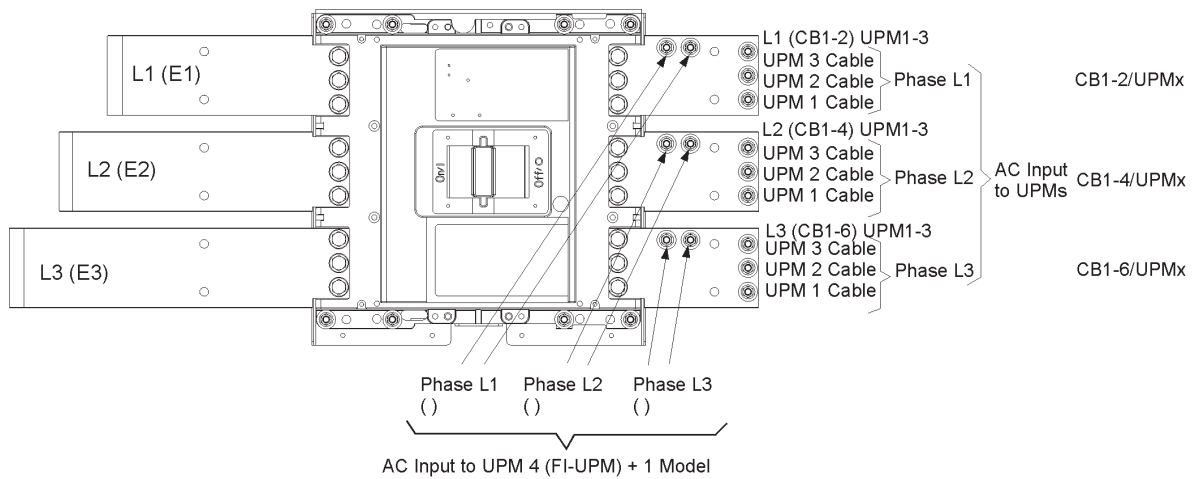
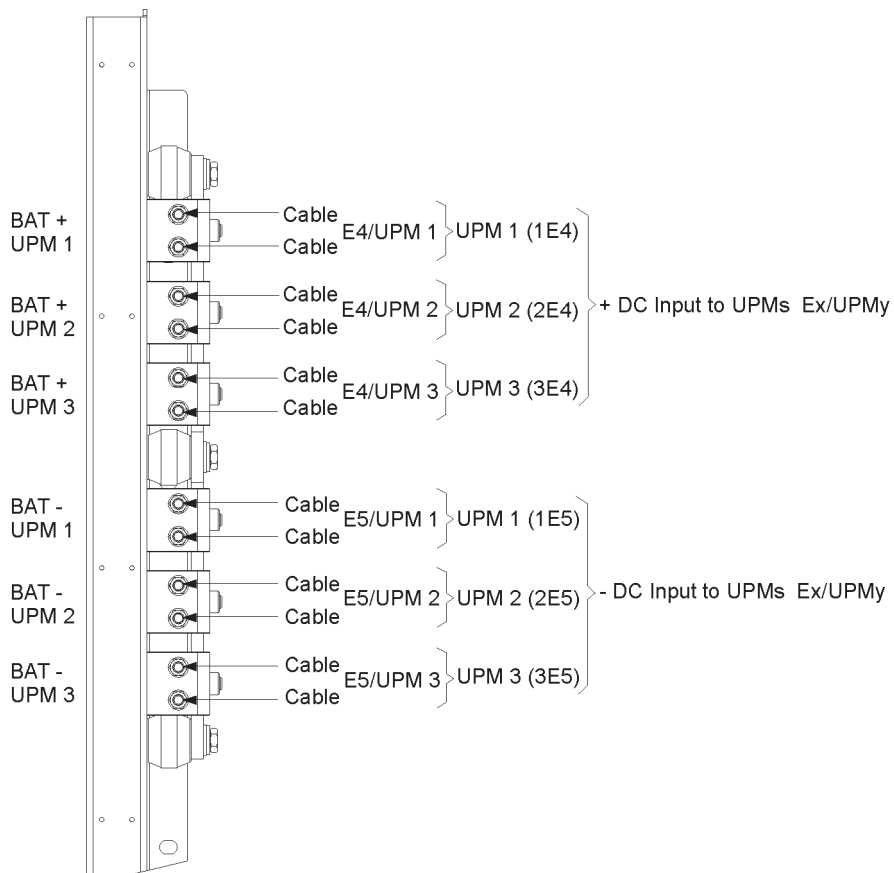
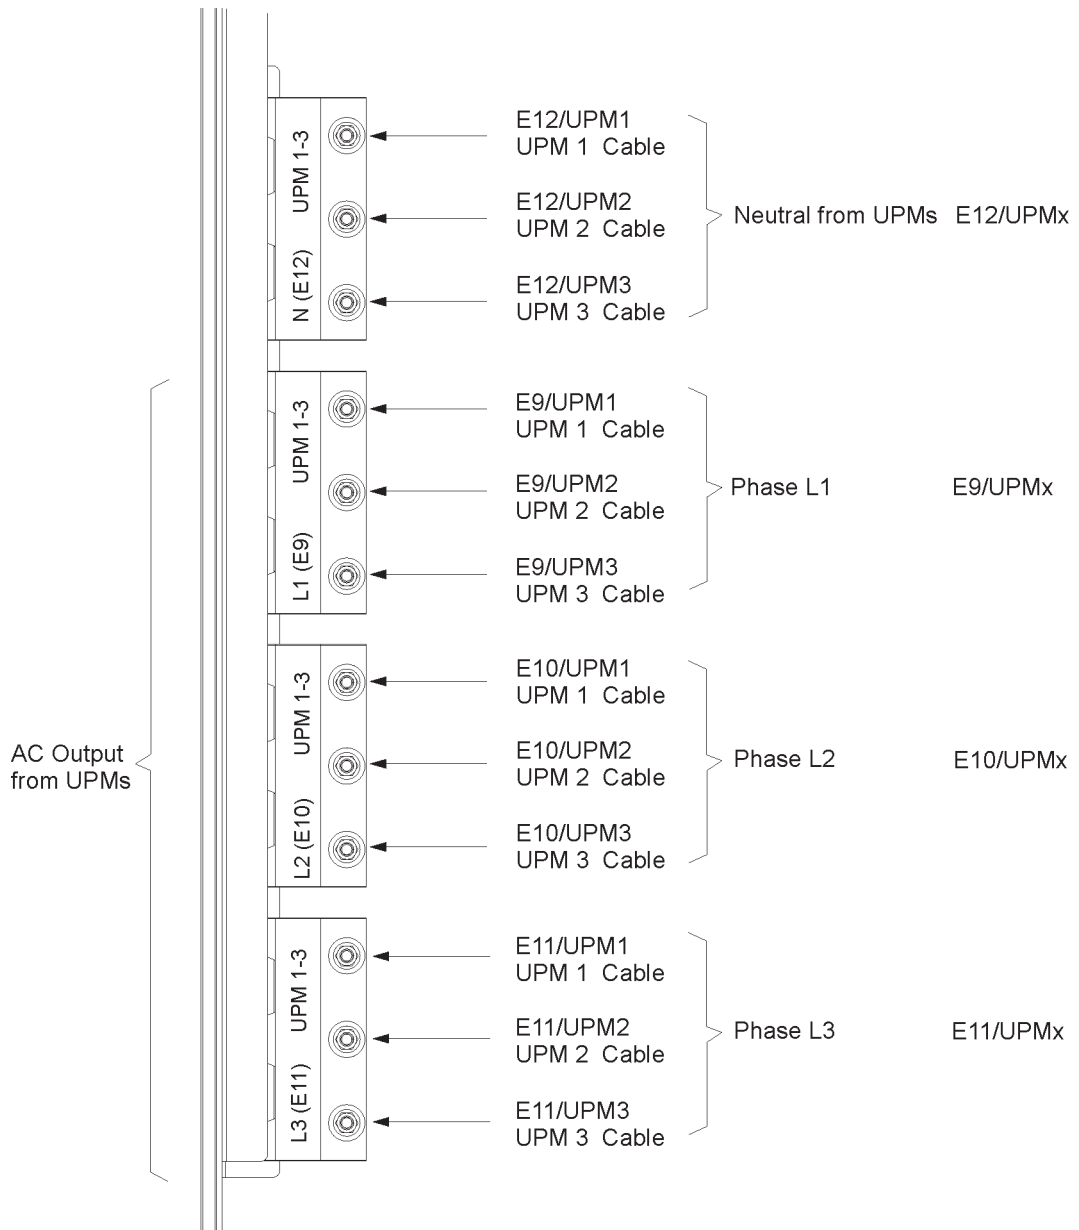

Рис. 4-7. Узел входной клеммы питания секции ISBM ИБП
Рис. 4-8. Узел аккумуляторной входной клеммы питания секции ISBM ИБП
Рис. 4-9. Узел соединительной клеммы питания секции ISBM ИБП
11. Используя крепежный комплект для подключения межстоечной проводки, подключите кабельные наконечники фаз L1, L2 и L3 и нейтрали к клеммам выходного переменного тока UPM. Для подключения кабельных наконечников к соответствующим клеммам следуйте инструкциям на Рис. 4-9. См. Разд. 3.2.2 на стр. 23 для получения информации о требованиях к проводке и подключению.
12. При использовании моделей 675-825 кВА установите оставшееся оборудование (три шайбы, конические шайбы и гайки) на клеммы входа переменного тока UPM, предназначенные для систем с полевым UPM, и закрепите оборудование (см. Рис. 4-7). Это оборудование предназначено для использования в случае установки полевого UPM (FI-UPM) и позволяет модернизировать ИБП до уровня системы с полевым UPM.
Подробные сведения о клеммах питания, показанных на рисунке сверху, см. на Рис. 4-7, Рис. 4-8 и Рис. 4-9.